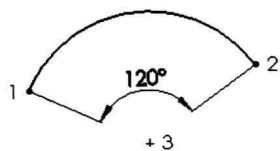

图 2-14 圆弧角度的标注
(3) 圆弧的角度: 圆弧角度的标注顺序为“起点→终点→圆心”, 如图 2-14 所示。